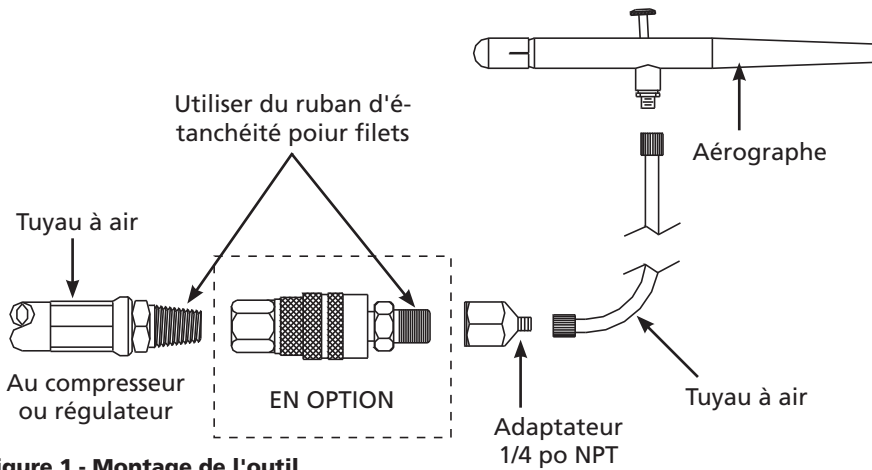

Figure 1 - Montage de l'outil
1. Monter l'outil selon une des deux méthodes illustrées dans la Figure 1.